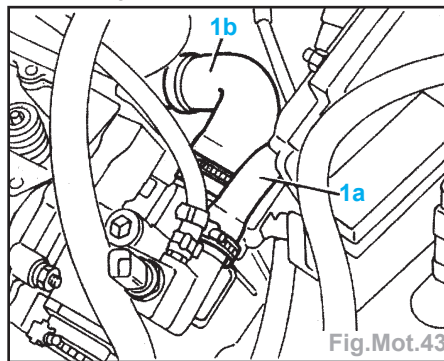

Fig.Mot.43
- Déconnecter du thermostat les durits 1a et 1b (Fig.Mot.43).